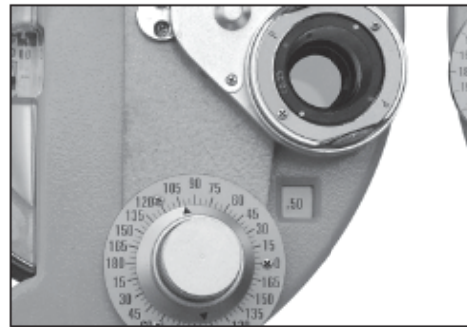

Abb.37
- (3) Drehen Sie das Objektiv erneut, um einen Vergleich anzustellen. Wenn das, was der Testteilnehmer sieht, am klarsten ist, wie in Abb. 37 gezeigt, verschieben Sie die zylindrische Kreuzlinse axial um 5° in Richtung des roten Punktes, so dass er 100° wird.
- (4) Drehen Sie das Objektiv erneut. Wenn der Testteilnehmer keinen Unterschied feststellen kann, wird die genaue Untersuchung der Zylinderachse abgeschlossen (mit einer Astigmatikachse von 100°).
- (5) Führen Sie nun eine genaue Messung der Zylinderleistung (C) durch und drehen Sie den Buchstaben P auf die ursprüngliche Achse (siehe Abb. 37).